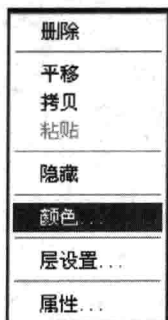
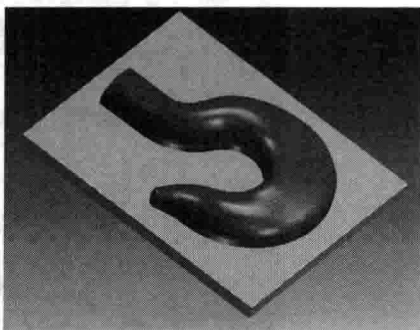

图 1-9 快捷菜单
图 1-10 矩形平台变为粉色
(2) 按住“Ctrl”键不松, 依次用鼠标点击矩形平台各个表面, 选好 5 各表面后, 松开“Ctrl”键, 单击鼠标右键, 弹出快捷菜单如图 1-9 所示, 选择“颜色”, 则弹出“颜色管理”对话框, 选择粉色, 确定, 结果如图 1-10 所示。